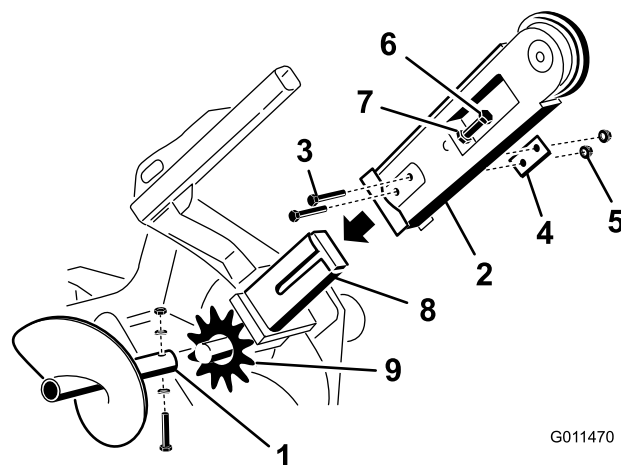

Bild 4
3. Entfernen Sie die Schraube, die zwei Sattelscheiben und die Mutter, mit der die Schuttschnecke befestigt ist, und nehmen Sie die Schnecke ab (Bild 4).
4. Nehmen Sie die beiden Schrauben, Muttern und die doppelten Scheiben von der Seite des Fräsbaums ab (Bild 4).
5. Lösen Sie die Einstellschraube und Klemmmutter (Bild 4).